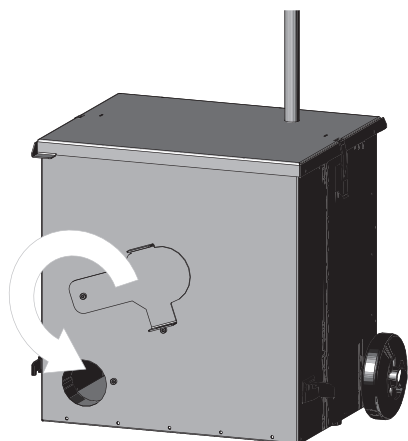

Fig. 52
- ▶ Chiudere l'apertura e portare il contenitore cenere al luogo di svuotamento – Fig. 52.